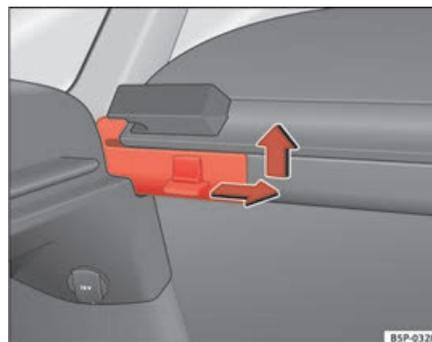

Fig. 125 Dépose de la plage arrière de rangement
- Appuyez sur la fiche latérale dans le sens de la flèche, soulevez la plage arrière et retirez-la ⇒ fig. 125.